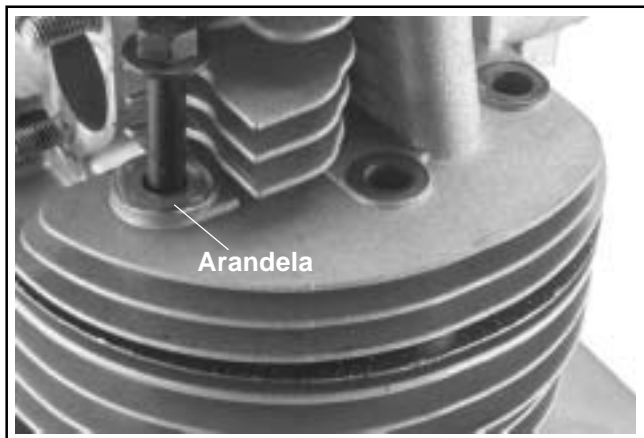

Figura 8-29. Desmontaje de los tornillos y la arandela de la culata.
- Desmonte los seis tornillos hexagonales con resalte que fijan la culata. Quite la arandela gruesa del tornillo más próximo al puerto de escape. Ver figura 8-29.